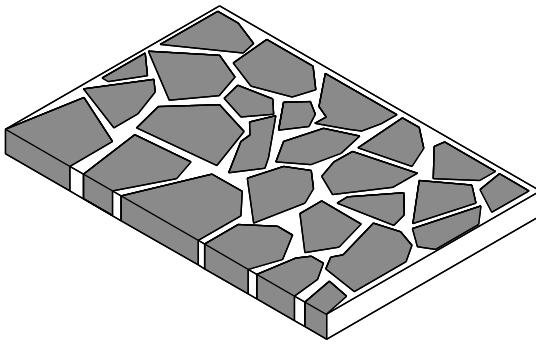

fig. 10.16
■ L'**opus incertum** (fig. 10.16) : dallage constitué de pierres de formes irrégulières disposées sans orientation particulière et sans se soucier de l'alignement des joints.